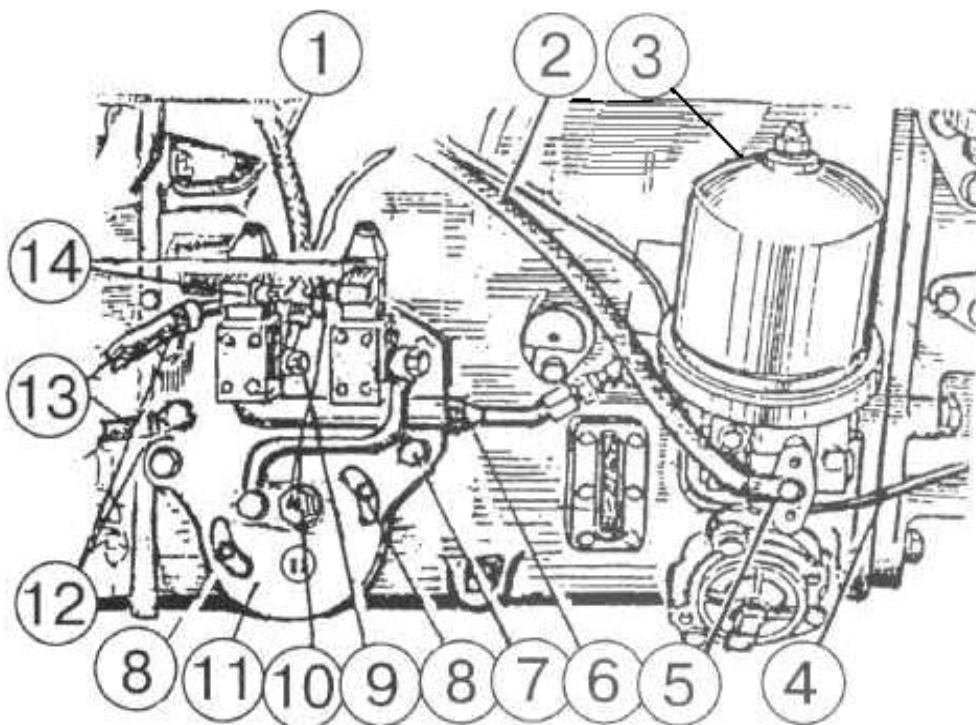

Рисунок 4.25
2) снимите хомуты (12) (**рисунок 4.25**) и отсоедините шланги (13) привода заднего ВОМ;